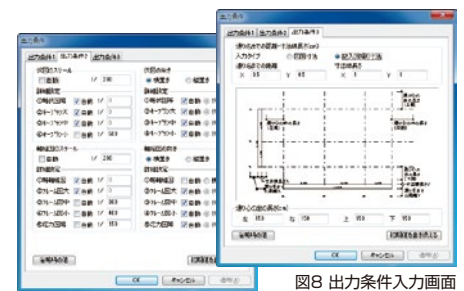

図8 出力条件入力画面
- ・伏図、軸組図は自動的に出力スケールを計算します。また、出力する図面のタイプごとに出力スケールを直接指定することもできます(図8)。